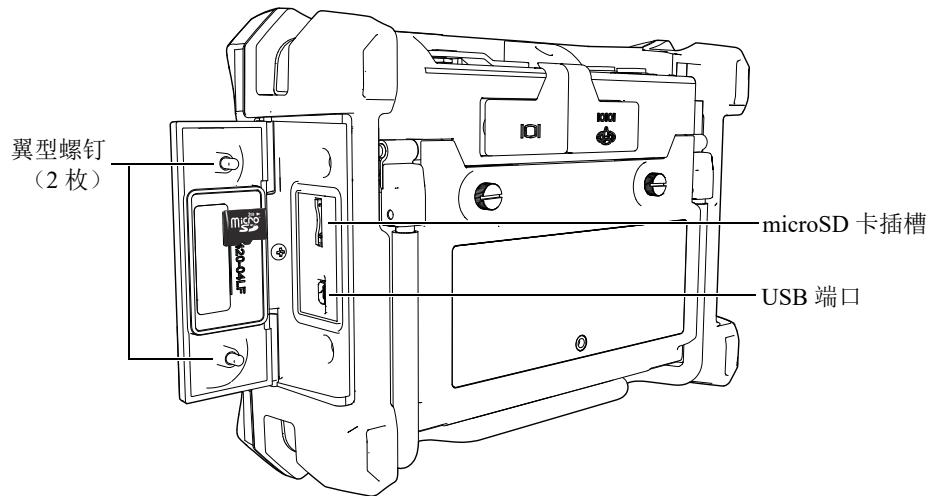

图 1-13 安装 microSD 卡
- 拧松两个翼型螺钉，然后打开 Magna-Mike 8600 I/O 舱盖（参见第 36 页的图 1-13）。